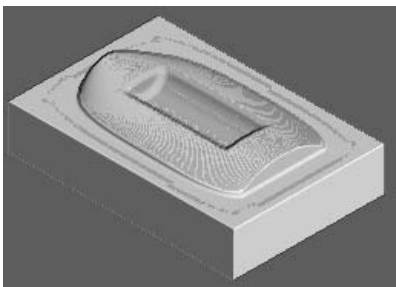

图 3-106 仿真加工结果 6
2) 在“仿真”工具栏的“当前刀具路径”下拉列表中选择要模拟的刀具路径 finish5，然后单击“执行”按钮, 系统开始自动仿真加工，仿真加工结果如图 3-106 所示。